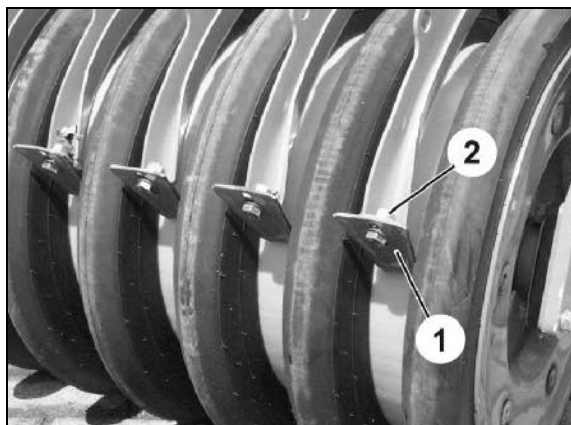

Рис. 35
Скребки (Рис. 35/1) отрегулированы на заводе. Для подгонки регулировки к рабочим условиям:
1. Ослабьте резьбовые соединения (Рис. 35/2).